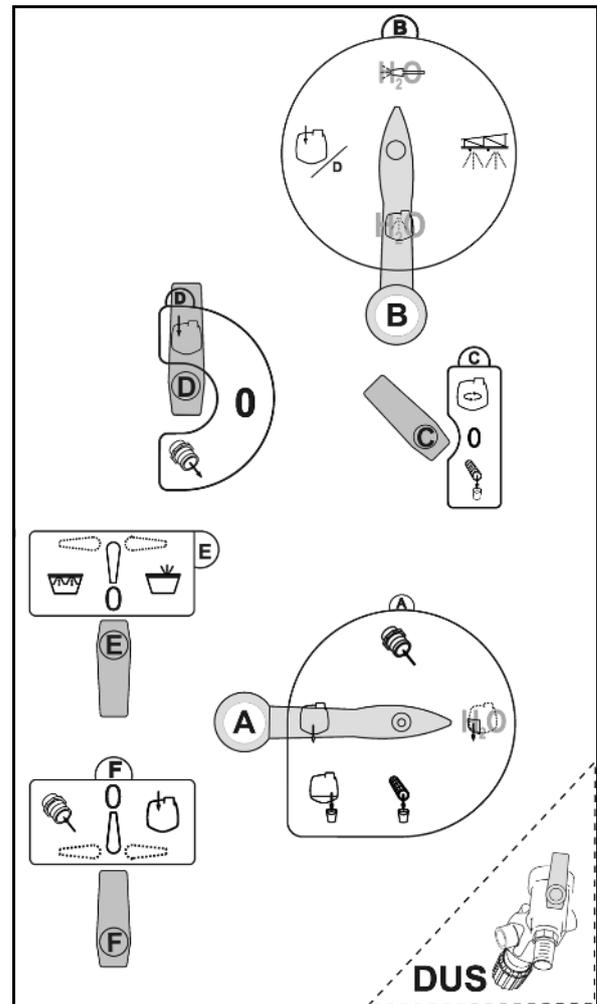

Fig. 124
2. Druckfilter (Fig. 124/1) entnehmen und mit Wasser reinigen.